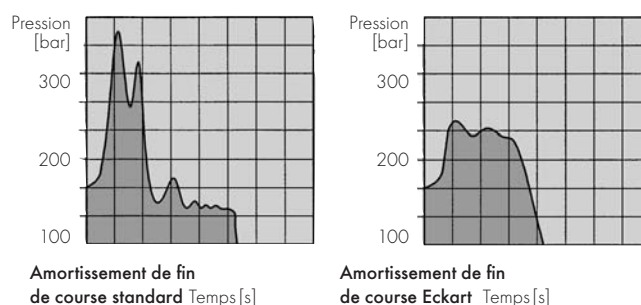

Figure 9
- L'amortissement en fin de course Eckart permet d'éviter les pointes de pression. Alors que les vérins rotatifs équipés d'un amortissement classique (une seule rangée d'orifices) ou d'un étrangleur créaient des surpressions qui peuvent endommager le vérin (voir le graphique de la figure 9).